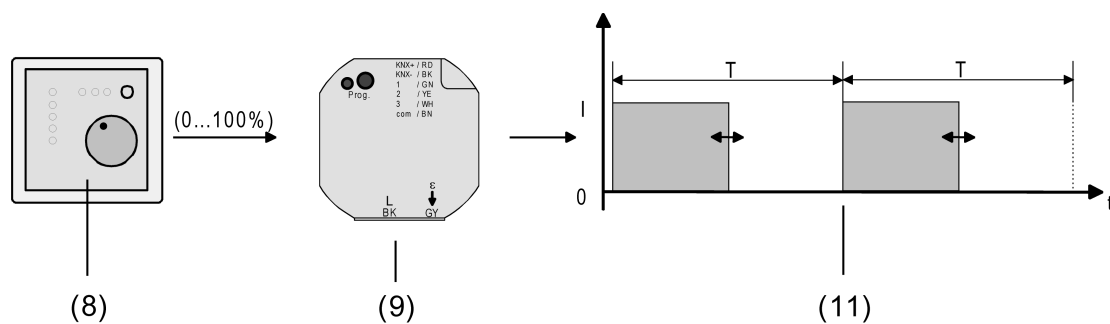

Figure 15: Principe de paramètre pour paramètre constant
- (8) Thermostat d'ambiance (ThA) (paramètre « 1 bit »)
- (9) Actionneur de chauffage
- (10) Signal de sortie commutant pour entraînements de valve
En mode normal, le télégramme de valeur reçu via l'objet 1 bit « Paramètre » est converti par l'appareil en un signal de commutation à modulation de largeur d'impulsion équivalent au niveau des sorties de valve (figure 15). La valeur moyenne du signal de sortie résultant de cette modulation (en tenant compte de la durée de cycle (T) réglable dans l'appareil) sert de mesure pour la position de valve moyenne de la valve réglable et constitue ainsi une référence pour la température ambiante réglée (voir « Modulation de largeur d'impulsion pour les paramètres constants et les positions de valve de consigne constantes »).